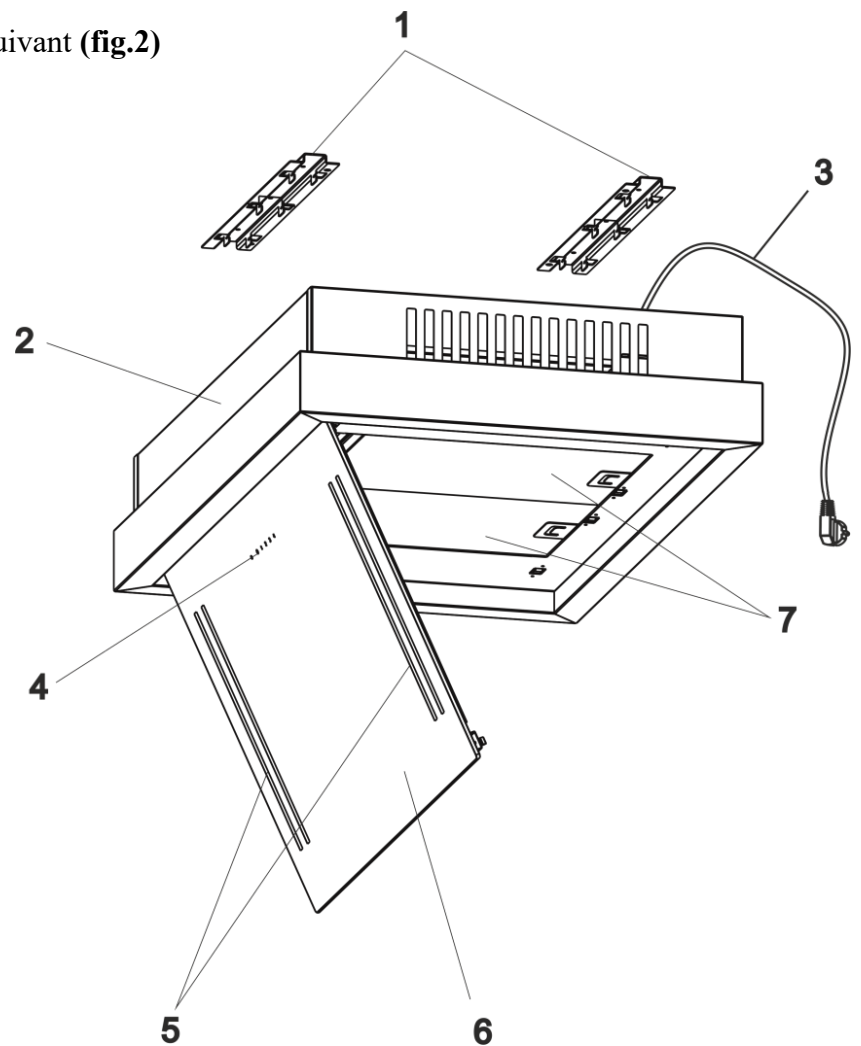

Fig.2
1.5 La hotte peut fonctionner **en régime de la recirculation (la circulation fermée circulaire de l'air dans la cuisine)**, quand la hotte n'était pas connectée au tuyau de cheminée, et l'air est passé par le filtre à graisses aluminium et le filtre à charbon d'absorbant l'odeur et revient à la cuisine (**fig. 2**).
- en régime de la recirculation (la circulation d'air fermée dans la cuisine) (**fig. 2**).
5.4 La hotte comprend les composants suivant (fig.2)